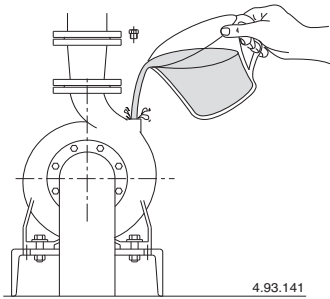

Bild 8 Fyllning.
**När pumpen är monterad ovanför vätskenivån (sugande funktion) skall pumpen fyllas genom påfyllningspluggen (bild 8).**